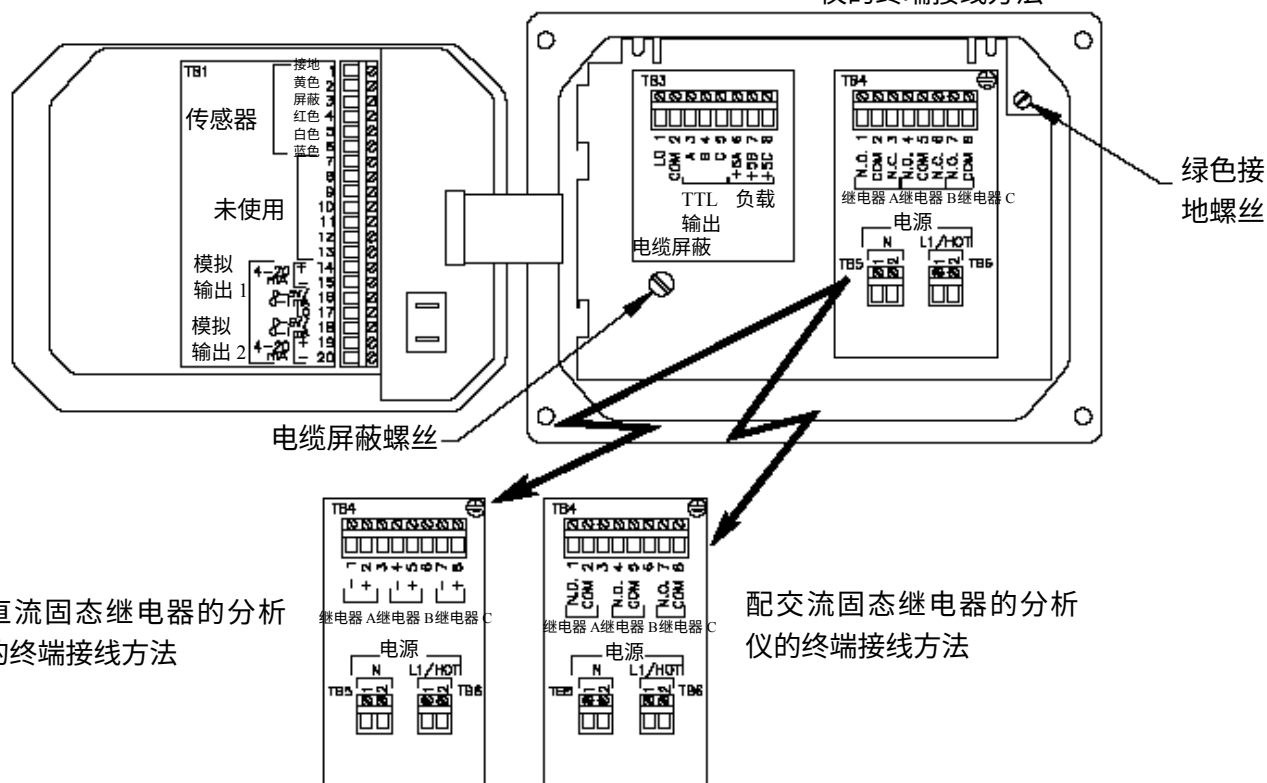

图 2-3 分析仪接线端子分配图
为了靠近接线端子进行电气连接，旋开四个固定螺丝后打开上盖。图 2-3 表示接线端子（位于分析仪外壳底部和后侧门上）排列和它们的分配情况。
注意：所有接线端子适合于单线尺寸为 14AWG (2.2 mm^2)。据分析仪装配不同,图2-3 中标记了其特定的接线端子分配情况。
标准传感器：参考图 2-3，将传感器电缆线连接到 TB1 上的“传感器”接线端 1~6，要求与标明的颜色相匹配。总是将屏蔽线连至接线端 3。
接线提示！请采用高质量的、带屏蔽的仪器用电缆来连接模拟输出。为了尽量避免电磁噪声的干扰，请按照图 2-3 中所示的“电缆屏蔽螺丝”进行电缆屏蔽的连接。
接线提示：请采用高质量的、带屏蔽的仪器用电缆来连接 TTL 输出。为了尽量避免电磁噪声的干扰，请按照图 2-3 中所示的“电缆屏蔽螺丝”进行电缆屏蔽的连接。
1. 将地线接到分析仪的绿色接地螺丝，它位于 TB4 的右侧（如图 2-3 所示）。